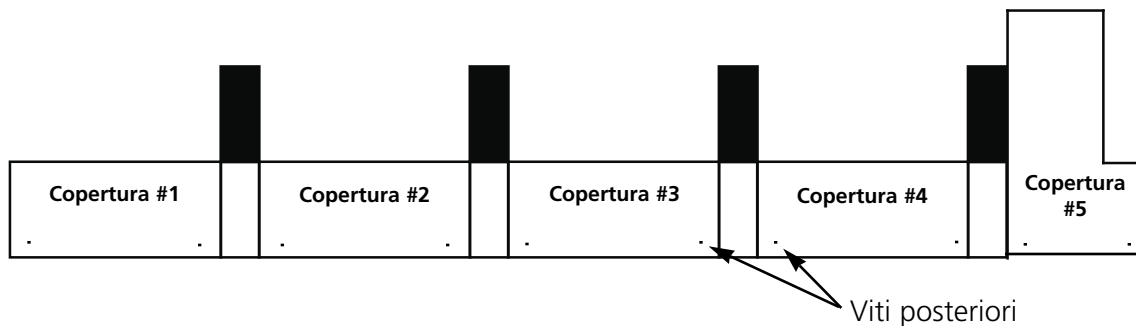

Figura 1-7
3. Inserite il cavo nella parte posteriore dell'unità come indicato nella Figura 1-7